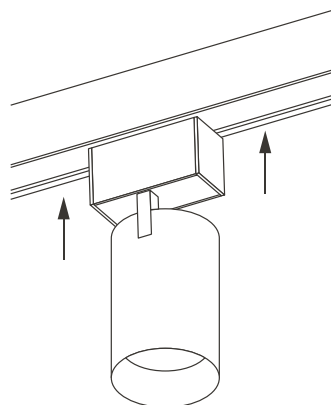

Рис. 2. Установка светильника
1. Установите светильник в необходимом месте шинопровода, как показано на рис. 2.